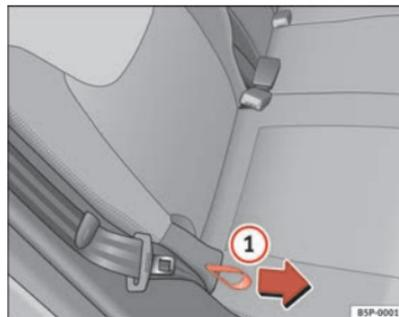

Fig. 98 Regular a inclinação do encosto, banco traseiro
- Segurar o encosto do banco, em cima. Puxar a pega lateral do banco ⇒ fig. 98 ① no sentido da seta e mantê-la nessa posição. Empurrar ao mesmo tempo o encosto para trás, para a posição pretendida e soltar a pega. ▶